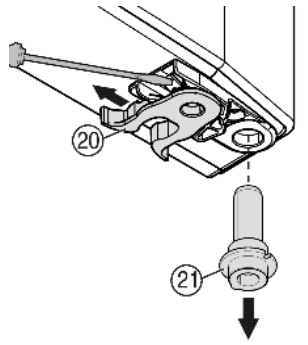

Fig. 8
- ▶ Yaylı klemensi Fig. 8 (20) ayarlayın: Yerleşme ucunu aşağı bastırın, yaylı klemensi üzerinden çekip çıkarın.
- ▶ Yuva civatasını Fig. 8 (21) kapı kovanından çekip çıkarın ve diskle birlikte karşı tarafa yerleştirin. Yerleşme ucunun, kapının içine, çentik ise dışın doğru bakması gerekir.
- ▶ Kapıyı alttan içeri çevirin ve yuva civatasını Fig. 8 (21) yatak mesnedine yerleştirin. Gerekirse yuva civatasını, yerine oturabilmesi için çevirin.